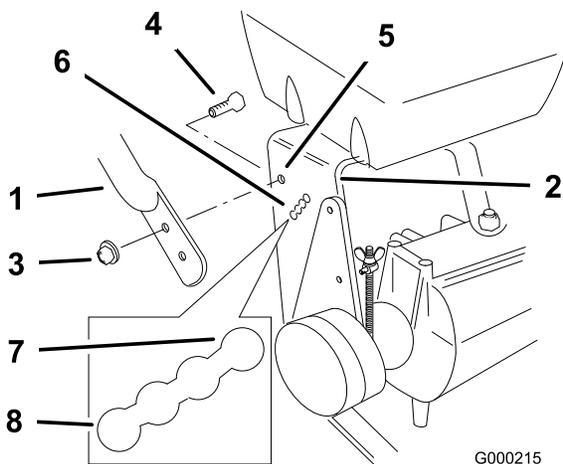

Figure 19
- Desserrez les boulons à embase supérieurs (3/8 x 1 po) et l'écrou à embase de fixation du guidon au cadre arrière (Figure 19).
- Enlevez les boulons à embase inférieurs (3/8 x 1 po) et les écrous à embase de fixation du guidon au cadre arrière (Figure 19).